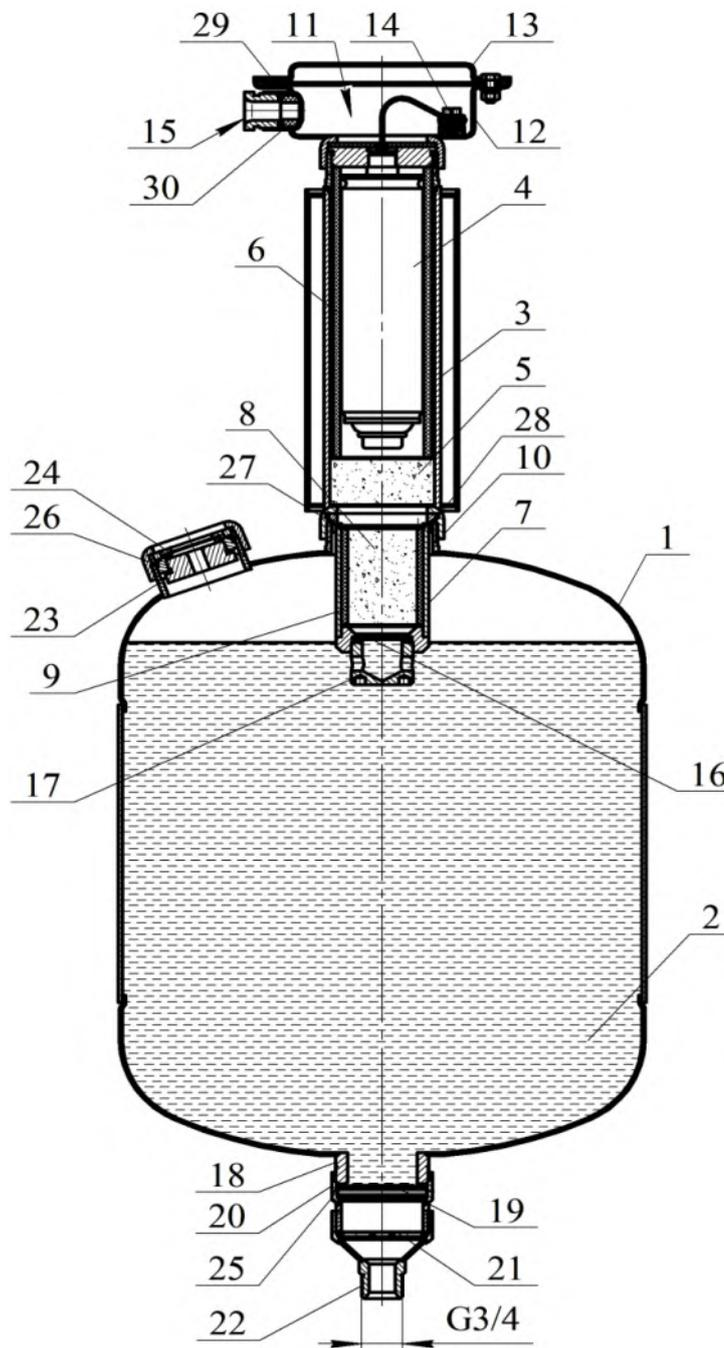

Рисунок 1
1.4.1.1 МУПТВ (см. рисунок 1) состоит из корпуса 1, заправленного ОТВ 2, газогенерирующего устройства 3 и мембранного рабочего узла, смонтированного в нижней части модуля. В корпусе газогенерирующего устройства установлены ИХГ 4 с элементом электропусковым и фильтр-охладитель 5, содержащий пористый искрогасящий материал. В зазоре между ИХГ 4 и корпусом газогенерирующего устройства 3 расположена втулка 6 из теплозащитного материала. За газогенерирующим устройством 3 расположен корпус 7 с фильтром-охладителем 8 из пористого искрогасящего материала. Между фильтром-охладителем 8 и корпусом 7
Залить в отверстие верхней горловины **23** (см. рисунок 1) воду (питьевую либо дистиллированную) (температура воды должна быть плюс $(15...25)^{\circ}\text{C}$) объемом $26,2^{+0,4}$ дм³. Открыть упаковки с жидкими добавками к воде и залить их в отверстие верхней горловины **23**.
2.1.6.3 Полученный раствор ОТВ залить в отверстие верхней горловины **23** (см. рисунок 1). Для окончательного приготовления ОТВ открыть упаковки с жидкими добавками к воде и залить их в отверстие верхней горловины **23**.
2.1.9 Соединить штуцер **13** (см. рисунок 1) с трубной разводкой.